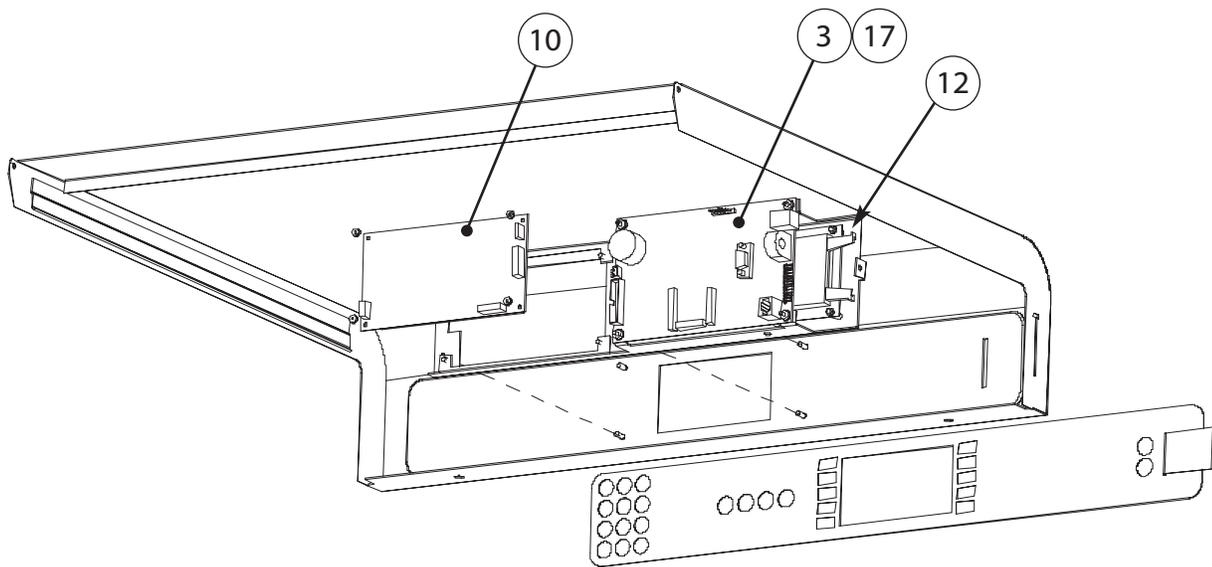

Figure A-6 : Détail du capot du haut
* REMARQUE : Détails supplémentaires sur le pavé de touches à la figure A-6, page A-8.